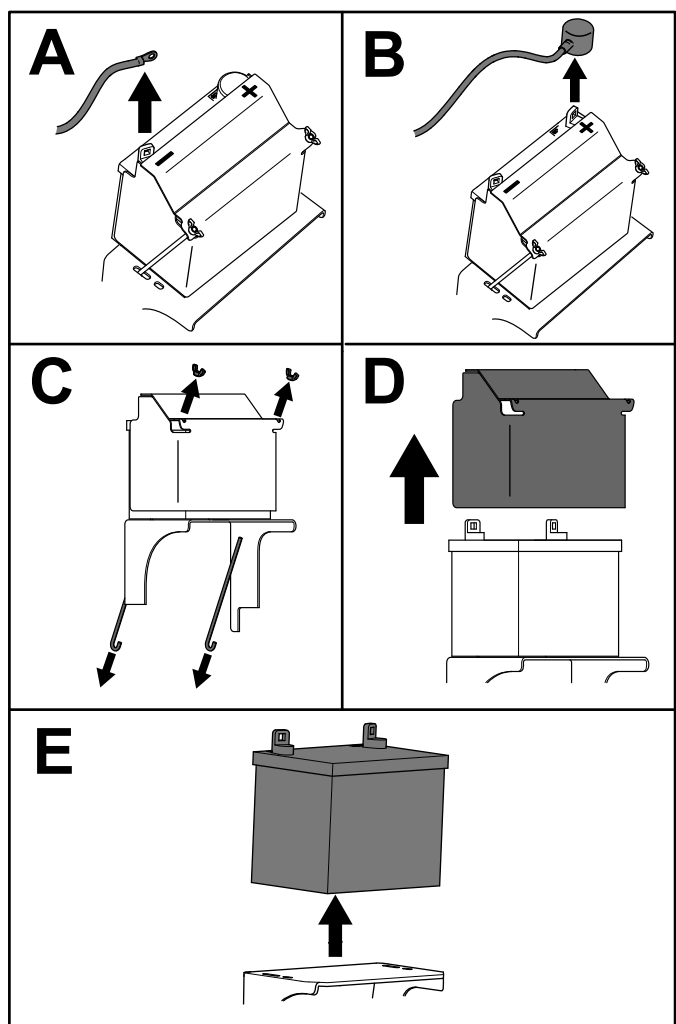

Figura 50
3. Retire la batería según se muestra en la Figura 50.